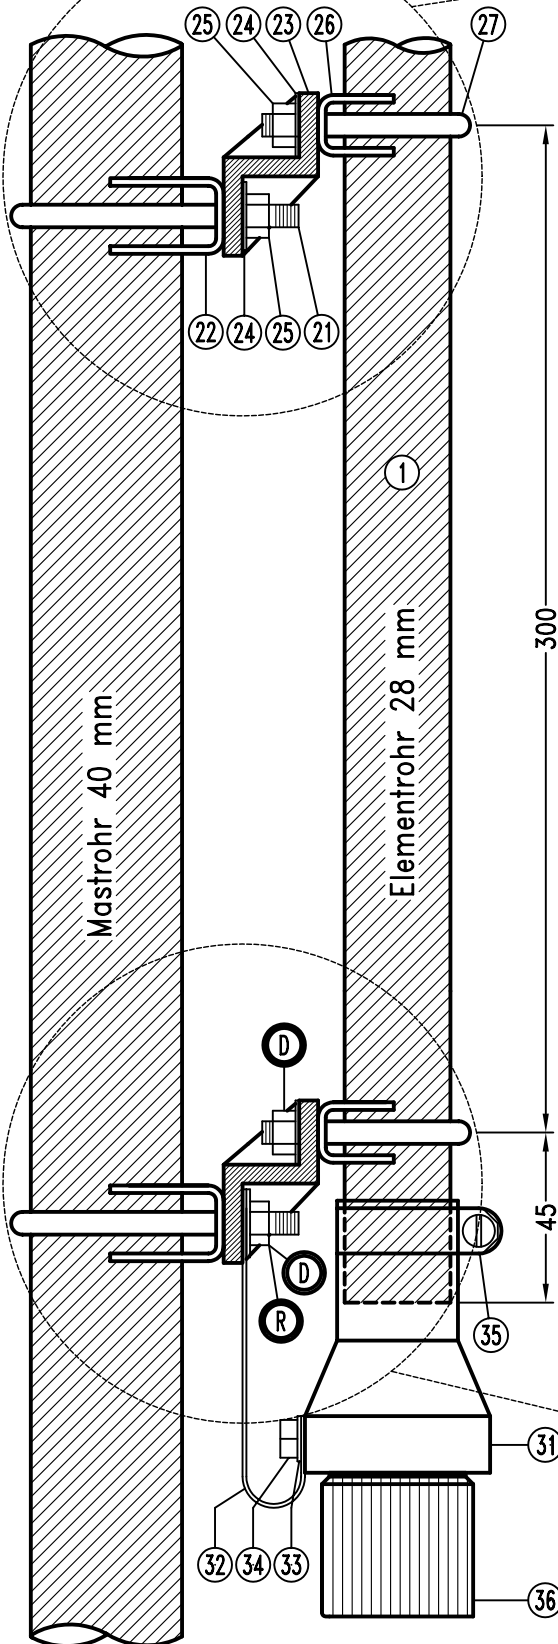
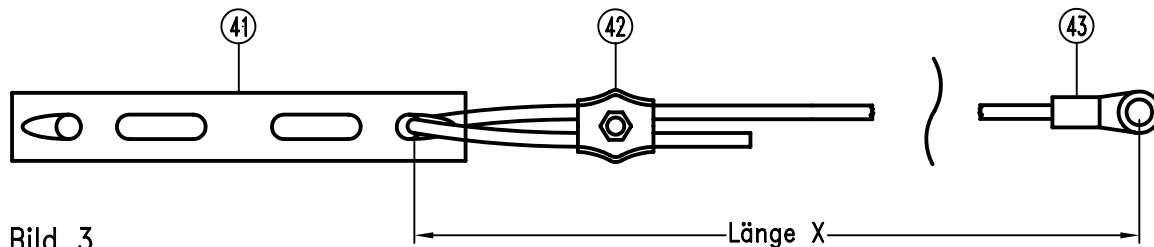

Bild 1
Bild 3
2. Beginnen Sie mit der Montage der unteren Doppelrohrklammer am Elementrohr (1). Am nichtgeschlitzten Ende des Elementrohrs wird im Abstand von 45 mm der Isolierwinkel (23) mit dem Rohrsitz (26), dem U-Bügel (27), der Scheibe (24) und der Sechskantmutter (25) verschraubt (Bild 1+2).
5. Nun werden die 3 Drähte der Radials (11) für das 10/15/20 m - Band vorbereitet (Bild 3). Mit den Simplexklemmen (42) werden die Drähte auf die entsprechenden Längen gebracht.
Mit dem U-Bügel (21), dem Rohrsitz (22); der Scheibe (24) und der Sechskantmutter (25) wird die Antenne am Mastrohr befestigt. Zur Montage der Radials (11) entfernen Sie wieder eine der Sechskantmutter (25) an der unteren Doppelrohrklammer (Bild 1+2, ®) und montieren den Kabelschuh (43) (Bild 3) der Radials. Ziehen Sie die Sechskantmutter wieder an.
8. Die Radials sind die elektrischen Gegengewichte der Vertikalantenne. Sie ergänzen den Vertikalteil zur Halbwelle für jedes Band und gewährleisten den niederohmigen Speisepunkt Widerstand von 50 Ohm. Sie müssen freihängend ausgespannt werden und dürfen an keiner Stelle das Dach oder den Boden berühren. Der Neigungswinkel zum Mastrohr (ca. 80°) und die Anordnung in der Horizontalen (ca. 120°) ist relativ unkritisch. Zur Abspannung hinter den Isolatoren (41) muss nichtleitende Leine verwendet werden.